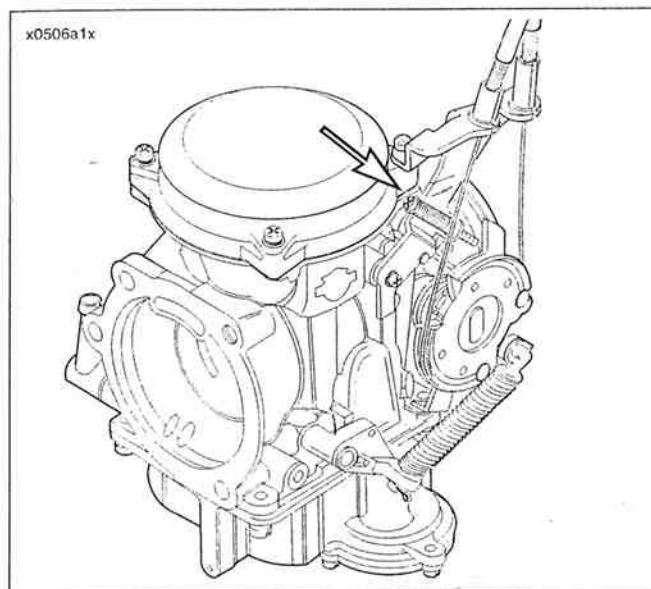

Figura 1-58. Tornillo de ajuste de la velocidad de la marcha al ralentí
2. Vea la Figura 1-58. Gire el tornillo de ajuste de velocidad de la marcha al ralentí para que ésta se establezca en 950-1050 RPM.